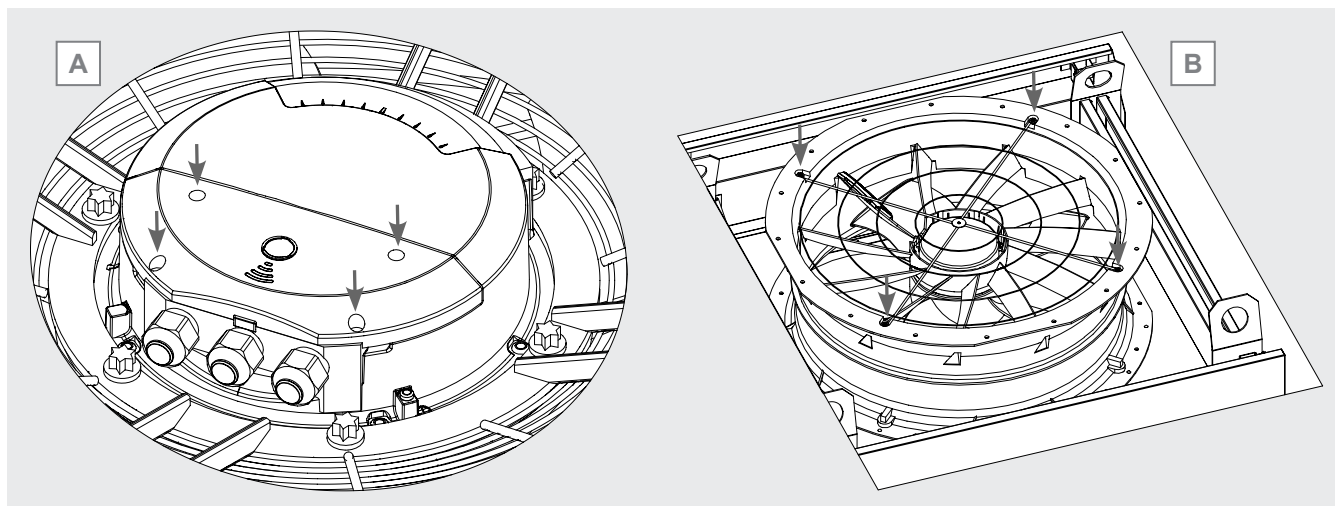

Figura 5
- motoventilatore ad attacco radiale e planare: la scatola è normalmente accessibile. Svitare le viti che fissano il coperchio e rimuoverlo. Conservare il coperchio in luogo idoneo. Forma, dimensioni e punti di fissaggio del coperchio variano in base alla marca e al modello di ventilatore: a titolo di esempio, si veda la Figura 5 A.
- motoventilatore con boccaglio integrato: svitare le viti che fissano la griglia del motore al boccaglio. Si veda la Figura 5 B. Rimuovere la griglia e conservarla in luogo idoneo. Individuare la scatola del motore. Svitare le viti che fissano il coperchio e rimuoverlo. Conservare il coperchio in luogo idoneo. Forma, dimensioni e punti di fissaggio del coperchio variano in base alla marca e al modello di ventilatore: a titolo di esempio, si veda la Figura 5 A.